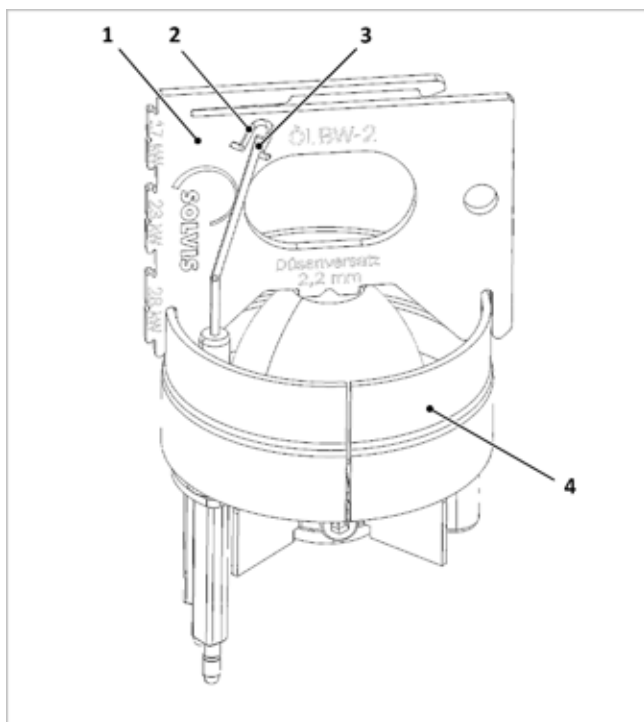

Abb. 122: Zündelektroden prüfen
1. Lage der Elektroden (3) wie in → Abb. 122 gezeigt kontrollieren und ggf. durch vorsichtiges Biegen korrigieren.
2. Mindestlänge kontrollieren. Das untere Ende des Kontrollfensters (2) der Einstelllehre gibt die Mindestlänge der Zündelektroden vor. Sind die Elektroden nur noch geringfügig länger, sollten sie getauscht werden.